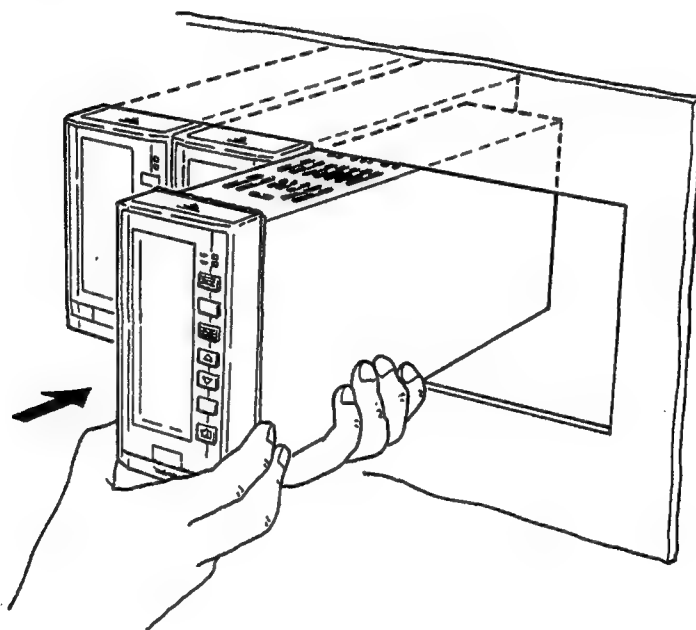

図3.4 多連密着取り付け
- ① 配列順序に従って、順次他の本体をお互いにピッタリ密着させながら、パネルに差し込んでください(図3.4参照)。
- ② 単体ごとの取り付けは、前ページの「■ 単体取り付けの場合」と同様に行います。